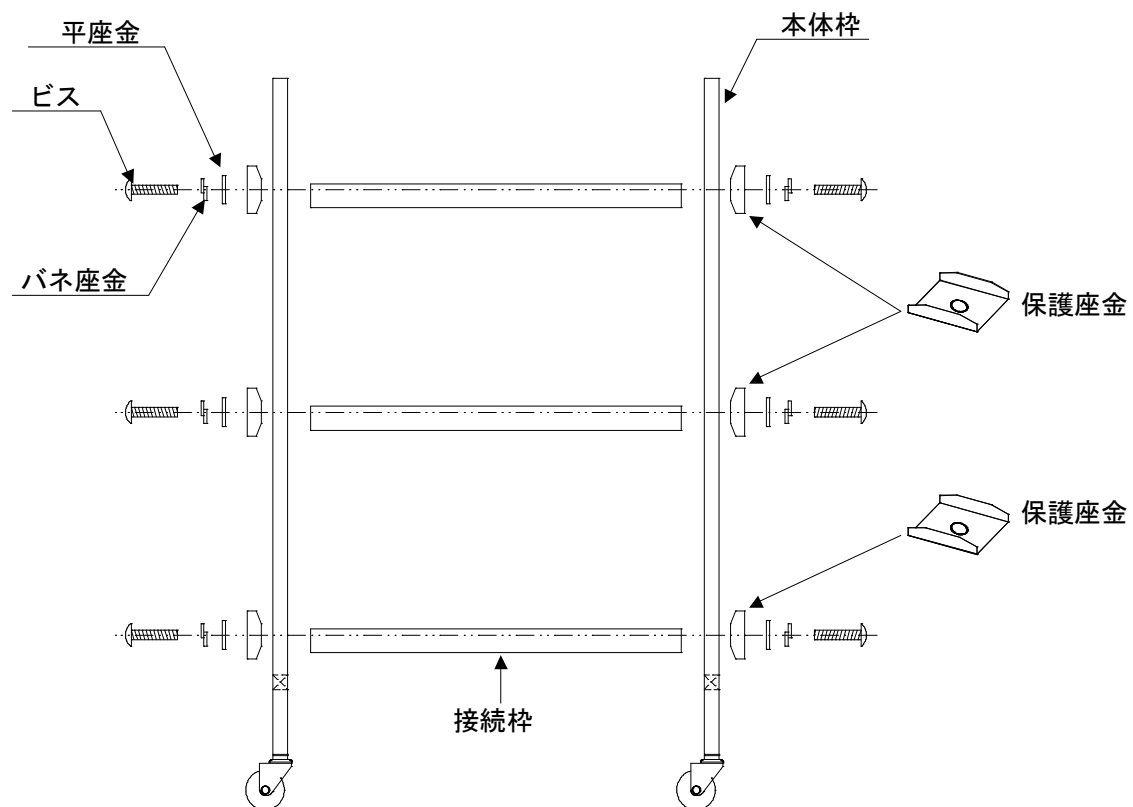

図 2
3. 2 までと同じ方法で、本体枠左右と接続枠を組み立てます。(図2 参照)